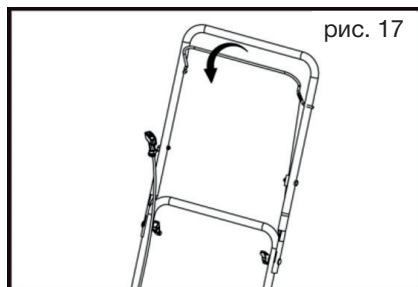

рис. 17
Остановка двигателя. (рис. 17)
2. Отпустите рычаг остановки двигателя. (рис.17).